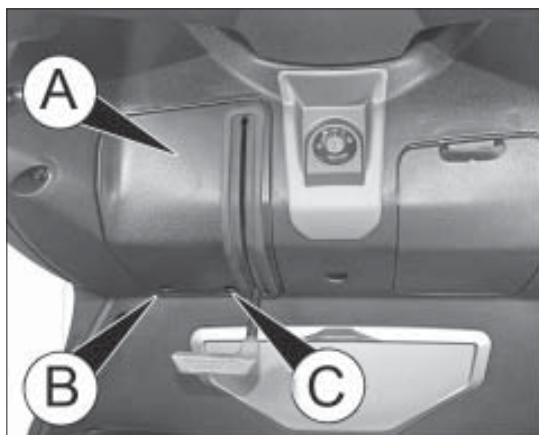

fig. 8
- rimuovere la copertura A fig. 8 svitando le viti B e C;